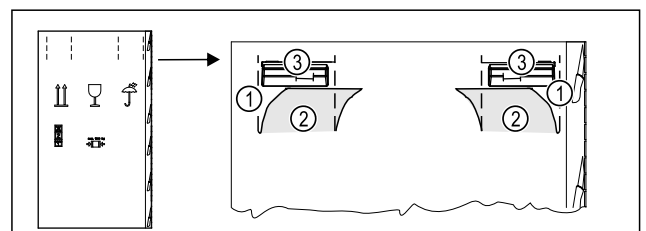

Fig. 6
- ▶ Verpackungskarton oben an der Perforierung Fig. 6 (1) eindrücken.
- ▶ Eingedrückte Laschen Fig. 6 (2) herausziehen.
- ▶ Tragegriff Fig. 6 (3) rechts und links ist sichtbar.
- ▶ Gerät an den Tragegriffen *Fig. 6 (3)* halten.